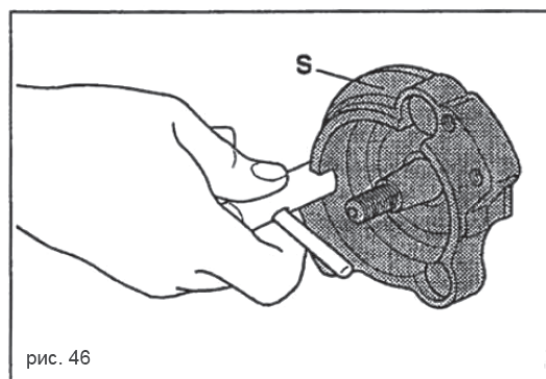

рис. 46
- 3) Установите алюминиевую поддержку **S** (Рис.46) поставляемую вместе с тормозами, напротив корпуса коробки передач и закрепите ее на последней винтами в трёх имеющихся для этой операции отверстиях в картере. Теперь четыре поддерживающих отверстия для тормозного устройства доступны, как показано на рисунке.